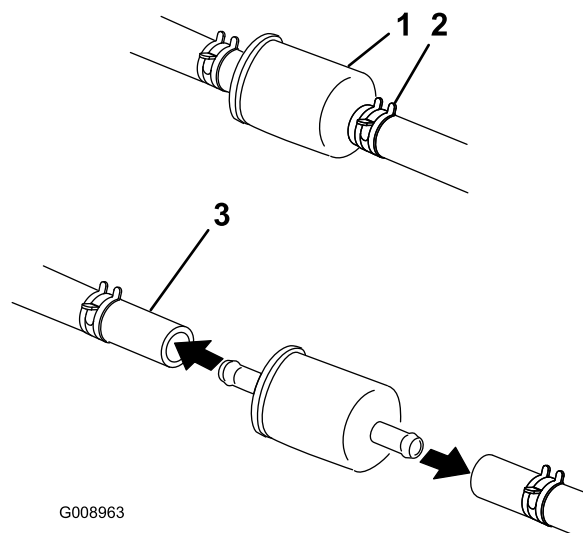

Figure 58
5. Fermez le robinet d'arrivée de carburant sous le siège (Figure 58).
6. Pincez les extrémités des colliers et faites glisser ceux-ci pour les éloigner du filtre (Figure 58).
8. Posez un filtre neuf et rapprochez les colliers de fixation du filtre (Figure 58).